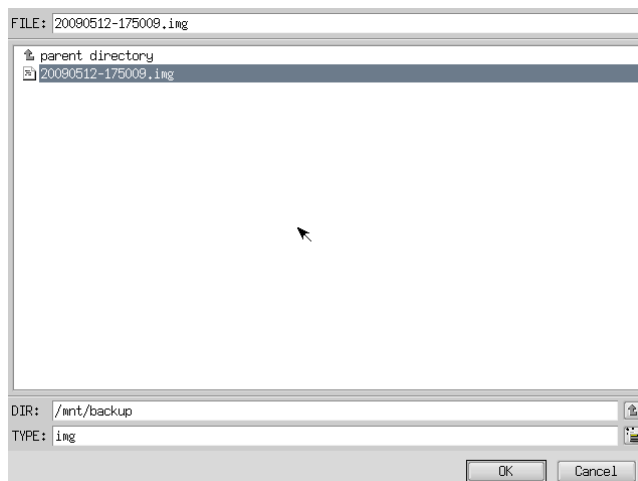

図 5-5-3. ファイル参照画面
- ⑦ ファイル参照画面（図 5-5-3）が表示されます。②で接続したメディアは、/mnt にマウントされているので、/mnt 以下から目的のファイルを探してください。[OK]を押すとファイル選択画面にもどります。
- ⑧ ファイル選択画面（図 5-5-3）で指定したバックアップファイルが入力されていることを確認します。[次へ]ボタンを押します。